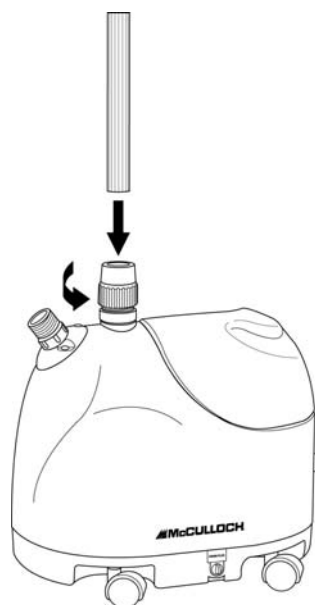

FIGURE 4
2. Insérez la partie inférieure du Manche Télésopique dans le Raccord du Manche (FIGURE 4).